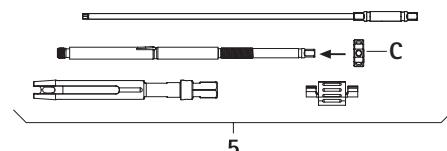

Рис. 11
- Накрутить зажимную гайку С на внутреннюю втулку, см. Рис. 11.